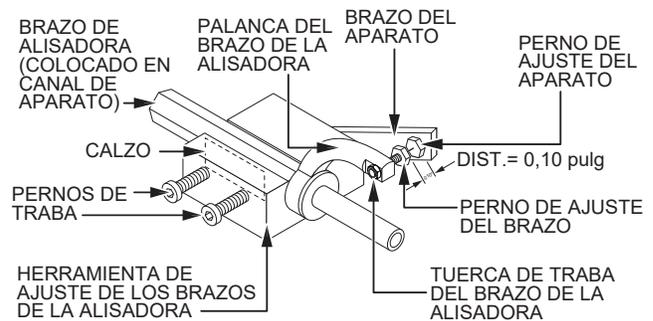

Figura 67. Ajuste de los brazos de la alisadora
1. Desensrosque los pernos de traba en la herramienta de ajuste y coloque un brazo de alisadora (con palanca sujeta) en el canal del aparato según se muestra en la Figura 67.
3. Tal vez sea necesario un calzo fino (Figura 67) para cubrir los agujeros de las hojas en el brazo de la alisadora. Asegúrese de alinear el perno de ajuste del brazo de la alisadora con el perno de ajuste del aparato.
4. Apriete los pernos de traba (Figura 67) para fijar el brazo de la alisadora en posición.
5. Ajuste la distancia entre pernos mostrada en la Figura 67 para hacer corresponder uno de los brazos. Los otros brazos se ajustarán para igualar esta distancia.